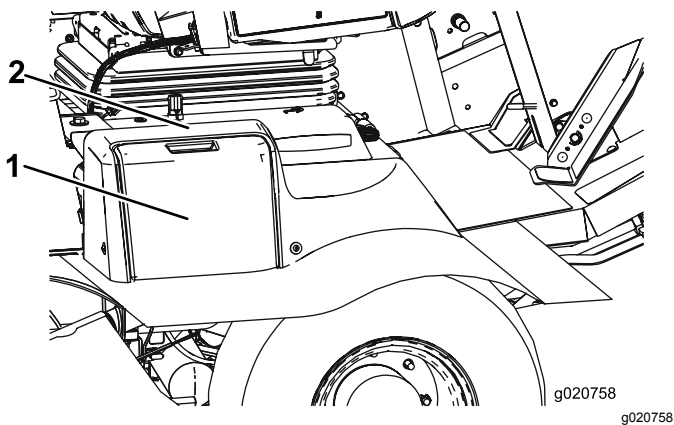

Figure 80
1. Ouvrez le couvercle de la batterie (Figure 80) sur le côté du carénage.
Remarque: Appuyez sur la surface plate au-dessus du couvercle de batterie pour en faciliter le retrait (Figure 80).